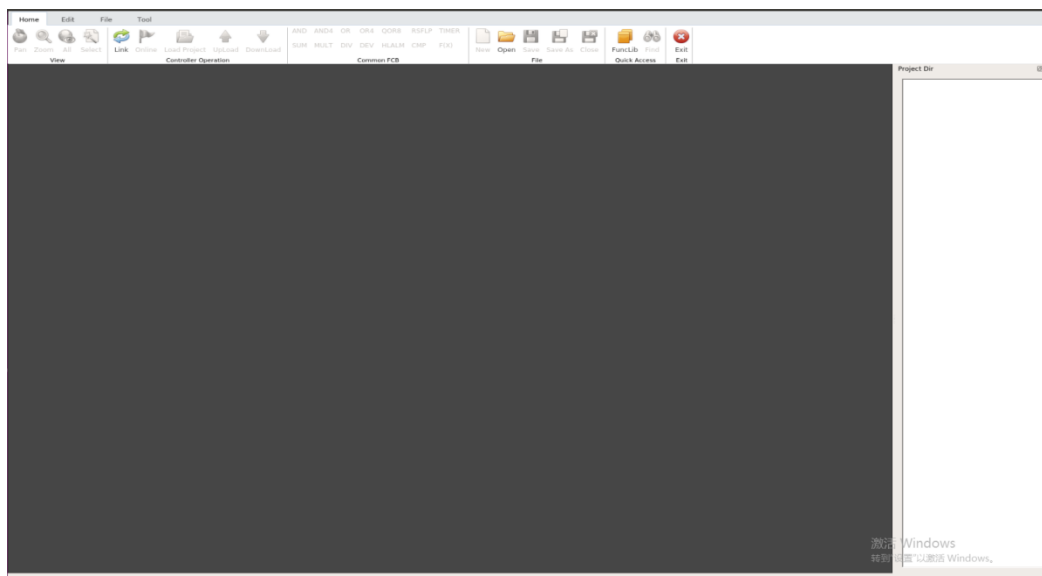

Рис. 3.2-1 Логическая программа XCU
- (2) Или дважды кликнуть указателем мыши на иконке EPGDCS на рабочем столе для запуска CS Master Control Software.
- (3) Войти в CS, используя корректную учетную запись пользователя и пароль. Только пользователь уровня ENG и выше имеет право выполнять конфигурирование параметров в приложении для конфигурирования системы.
- (4) Щелкнуть значок [XCU Config]  на панели инструментов CS, чтобы запустить приложение для редактирования программы, как показано на Рис. 3.2-1.